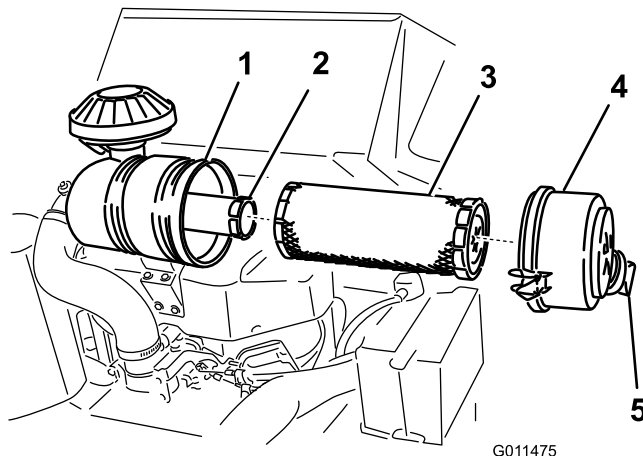

Bild 30
3. Lösen Sie die Riegel am Luftfilter und ziehen Sie die Abdeckung vom Gehäuse ab (Bild 30).
1. Schieben Sie den Hauptfilter vorsichtig aus dem Luftfiltergehäuse heraus (Bild 30).
- Wenn Sie den Sicherheitsfilter auswechseln, schieben Sie den neuen Filter vorsichtig in das Filtergehäuse (Bild 30).
- Schieben Sie den Hauptluftfilter vorsichtig auf den Sicherheitsluftfilter (Bild 30).
- Setzen Sie die Luftfilterabdeckung auf (die Staubkappe sollte so wie in Bild 30 dargestellt ausgerichtet sein) und befestigen Sie die Riegel.